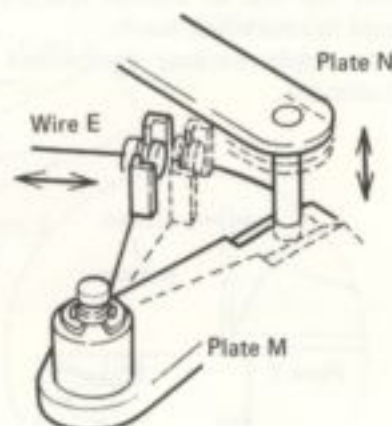

Fig. 31
**11.7 ARM ELEVATION (Fig. 31)**